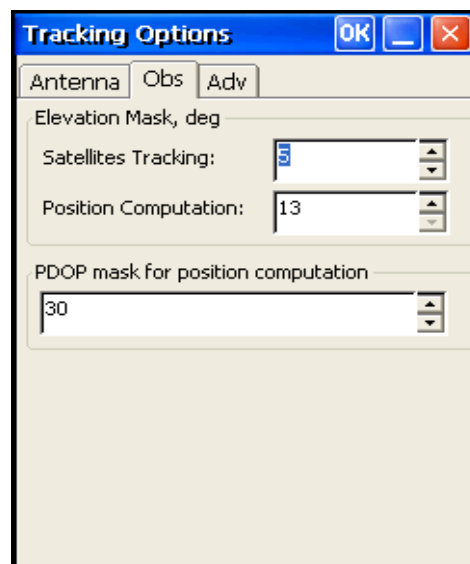

Рис. 3-13. Маска возвышения для спутников, данные которых используются при расчете местоположения приемника
9. Выберите вкладку *Observation* и установите *Elevation mask* (Маску возвышения) 15 градусов, чтобы не использовать при определении местоположения данные со спутников, уровень возвышения которых над горизонтом меньше заданного значения (Рис. 3-13), а также введите параметр *PDOP mask* (Маска PDOP), после чего нажмите **ОК**.